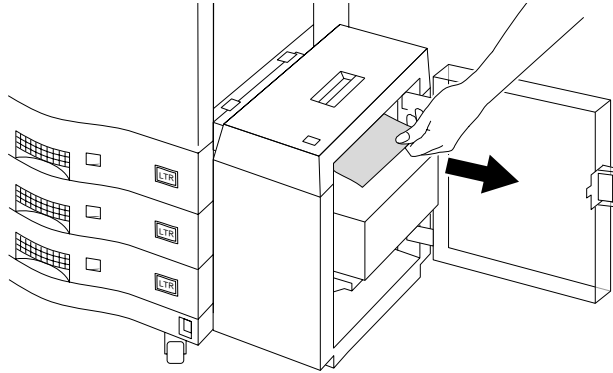

Abbildung 3-45 Entfernen des Papiers aus der HLZ-Einheit
2. Überprüfen Sie die obersten Blätter des Papierstapels auf einen Papierstau. Nehmen Sie alle zerknitterten oder anderweitig beschädigten Blätter heraus (siehe Abbildung 3-45).